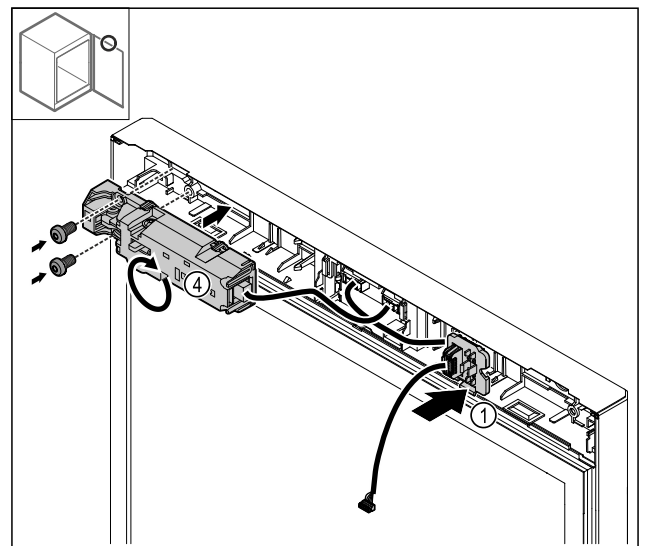

Fig. 28
- ▶ Encajar el soporte de la clavija Fig. 28 (1) en el lado opuesto.
- ▶ Girar la cerradura eléctrica Fig. 28 (4) 180° y fijar en el lado opuesto.